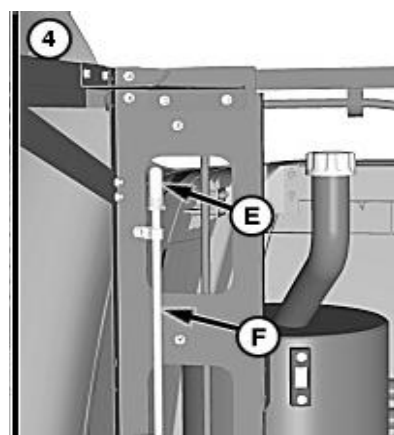

Рис.4.47 – Перевірка сапуна
1. Перевірити сапун паливного баку. Візуально перевірити стан сапуна (Е). Не допускати накопичення бруду (рис.4.47).